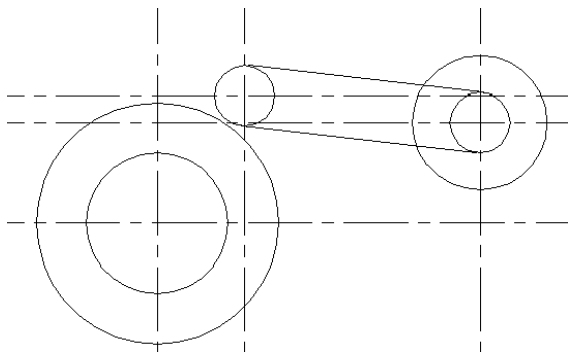

图 6-51
(7) 捕捉垂直中心线向右偏移“26”和水平中心线向上偏移“38”的交点以作为绘制圆的圆心。绘制半径为“9”的圆。
(8) 单击【绘图】工具栏上的  按钮，把切点捕捉方式打开，分别捕捉半径为“9”的圆上、下端作为直线的直起点和终点，绘制两直线。绘制好的图形如图 6-51 所示：